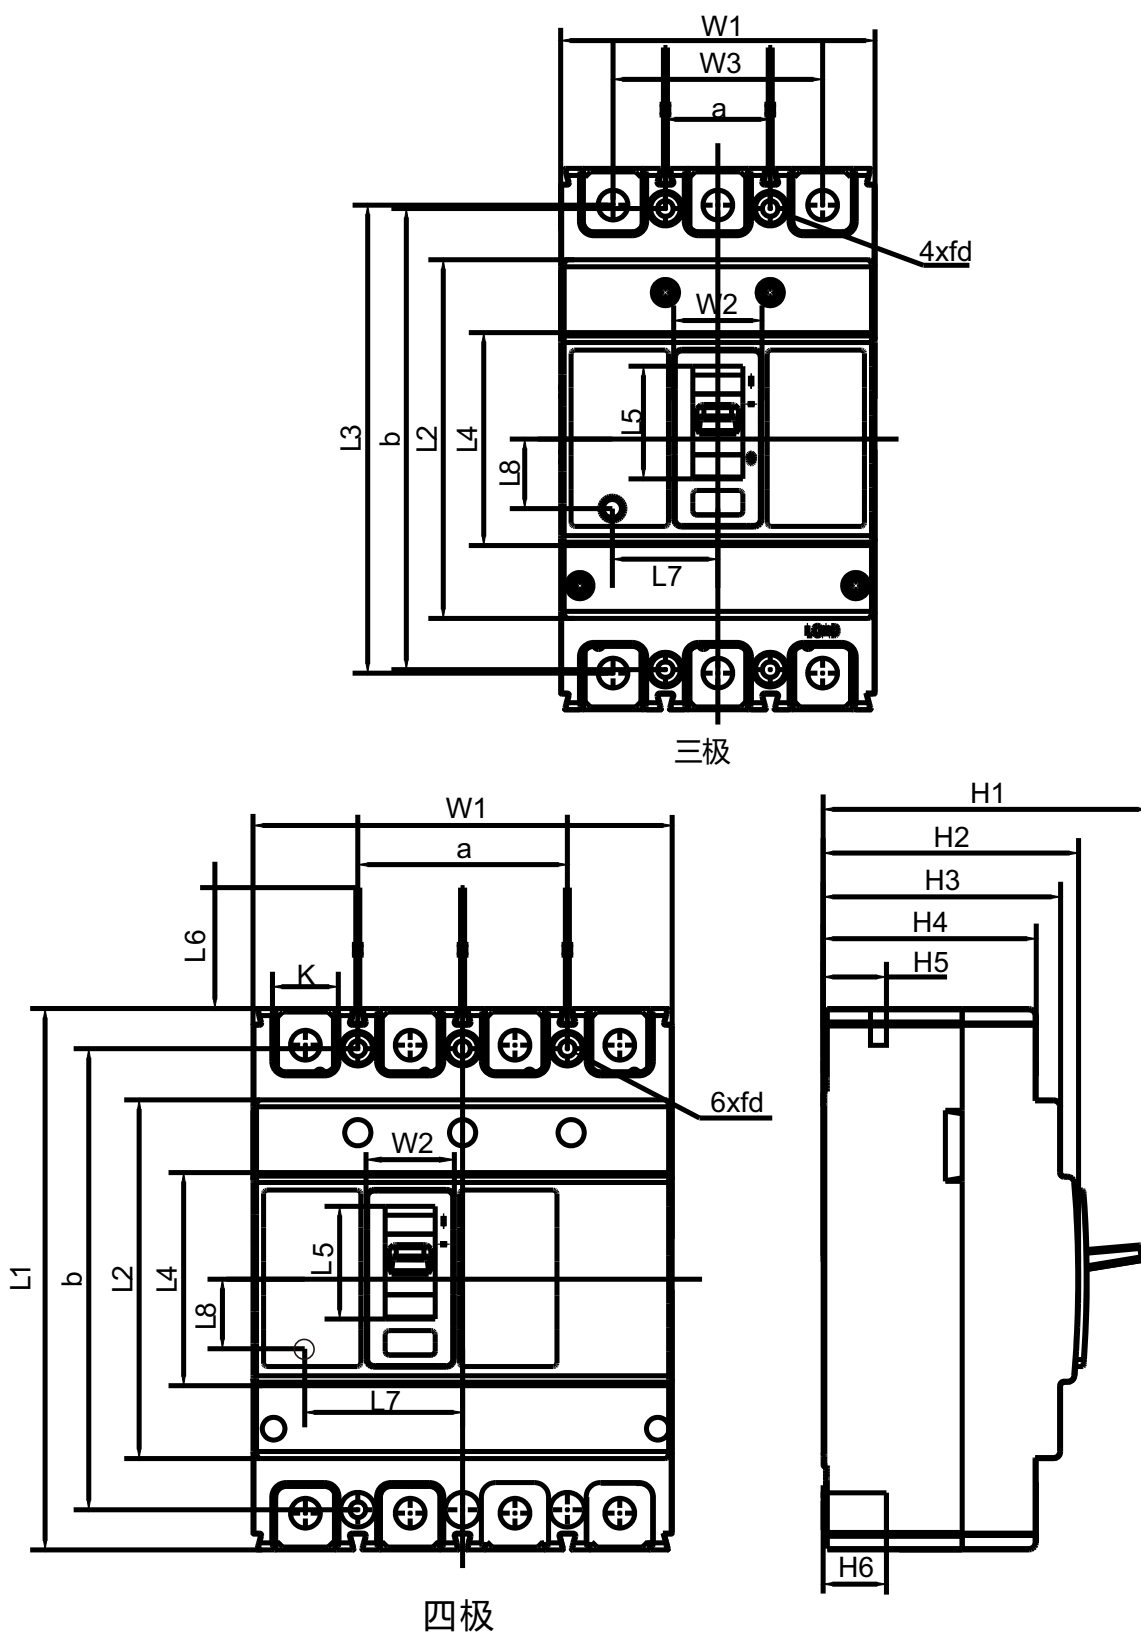

图5 RDM5外形及安装尺寸
6.1 RDM5-1250/2000板前接线外形及安装尺寸见图5和表10。